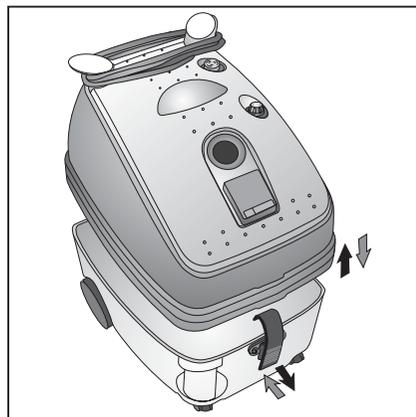

Fig. 3
- Recoloque a parte superior da máquina sobre o depósito de recuperação no sentido indicado (Fig. 3).
- Trave os ganchos de fecho (F) verificando se as duas partes se encaixam perfeitamente.